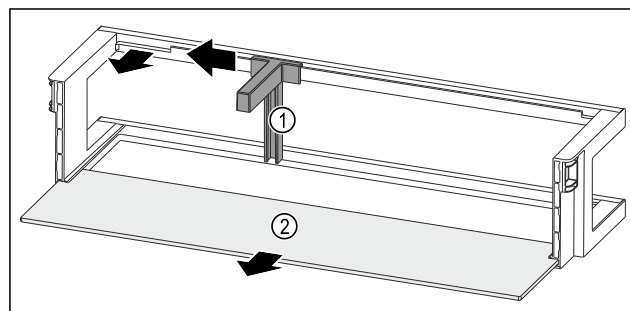

Fig. 223 Türabsteller mit Flaschenhalter und Abstellfläche
- Flaschenhalter Fig. 223 (1) bis zur Aussparung zur Seite schieben.
- Flaschenhalter Fig. 223 (1) entnehmen.
- Abstellfläche Fig. 223 (2) entnehmen.